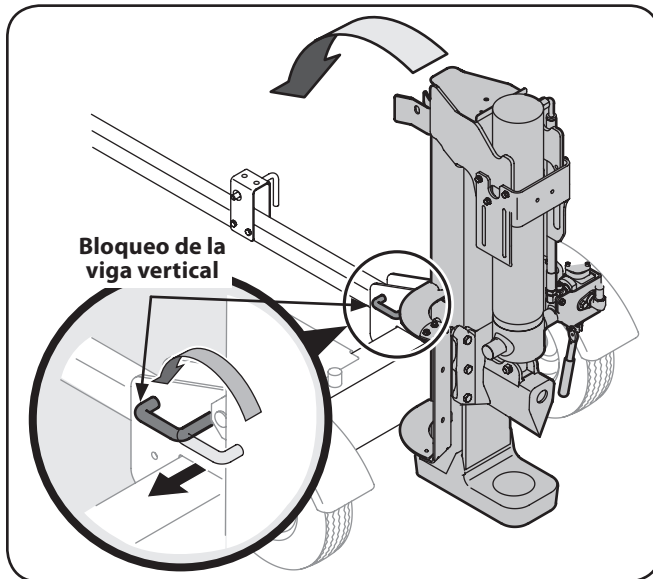

Figura 3-3
12. Tire hacia afuera del bloqueo de viga vertical, rótelo hacia atrás y gire la viga a la posición horizontal hasta que quede trabada, asegurándose de evitar los posibles puntos de apriete. Vea la Figura 3-3.